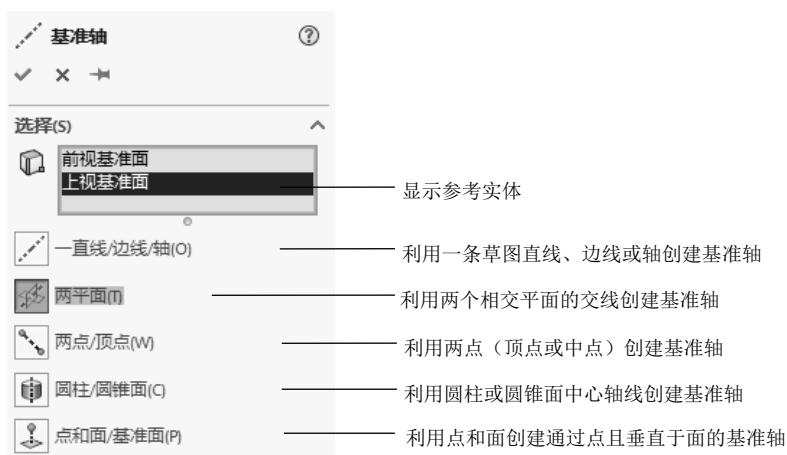

图 5.15.6 “基准轴”对话框
Step2. 选择命令。选择下拉菜单 **插入(I)** → **参考几何体(G)** → **基准轴(A)...** 命令 (或单击“参考几何体”工具栏中的  按钮), 系统弹出图 5.15.6 所示的“基准轴”对话框。
Step2. 选择命令。选择下拉菜单 **插入(I)** → **参考几何体(G)** →  **基准轴(A)...** 命令（或单击“参考几何体”工具栏中的  按钮），系统弹出如图 5.15.6 所示的“基准轴”对话框。
Step2. 选择命令。选择下拉菜单 **插入(I)** → **参考几何体(G)** →  **基准轴(A)...** 命令（或单击“参考几何体”工具栏中的  按钮），系统弹出图 5.15.6 所示的“基准轴”对话框。